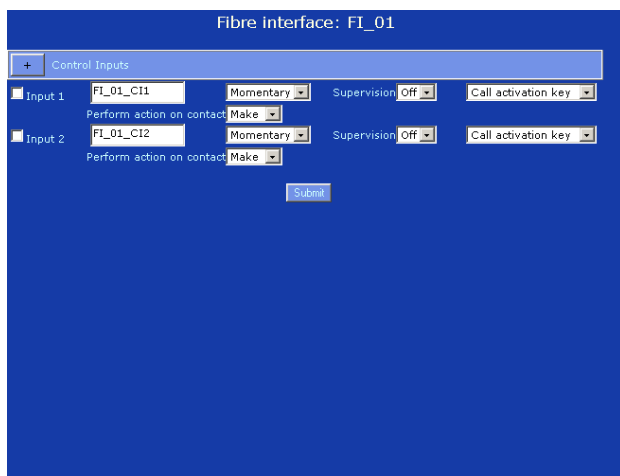

figura 32.27: Configurazione interfaccia a fibra ottica, passaggio 2
- 2 Fare clic sul nome dell'interfaccia a fibra ottica che deve essere configurata. Nella cornice principale dell'interfaccia web appare una schermata simile a quella in figura 32.27.